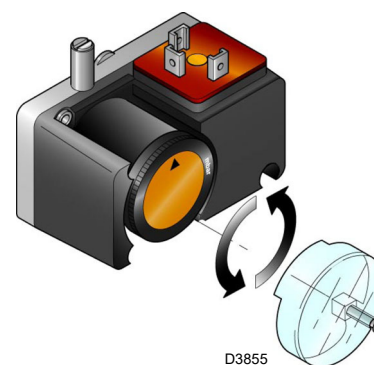

Fig. 32
- Regular el presostato para el control de estanqueidad (Kit PVP)(Fig. 32 a pág. 36), si está presente, según las instrucciones suministradas con el kit.
Regular el presostato para el control de estanqueidad (kit PVP) (Fig. 32) si está presente, según las instrucciones suministradas con el kit.